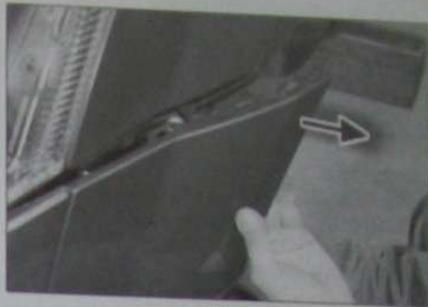

FIG.6
• Décliper le bouclier de chaque côté et le déposer (Fig.6).